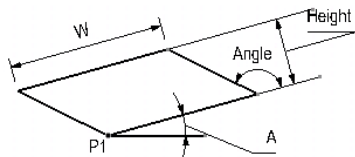

图 2-49
- 宽度、角度、另一边角度和平行四边形的高度确定平行四边形：输入平行四边形的一点 P1、宽度 W、角度 A，就确定了平行四边形的一条底边，再输入另一条边的角度（Angle）和平行四边形的高度（Height），就能确定平行四边形，如图 2-49 所示。